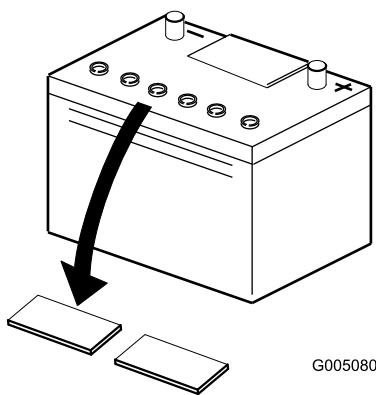

図 5
- バッテリーの上部をきれいに拭い、キャップを取り外す 図 5。